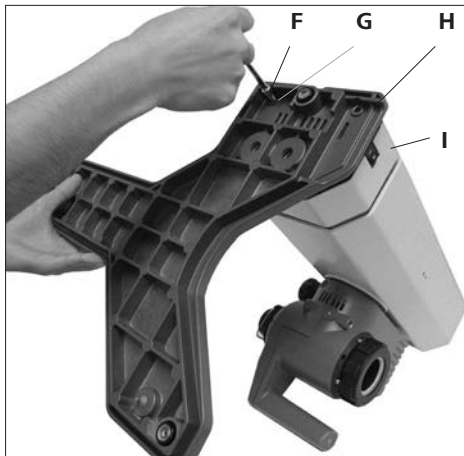

Fig. 7
1.) 리프트에 리프트 고정 판넬 설치 (Fig. 7)
- 포장을 뜯은 후에 원통형 M6X25 (F) (4x) 톱니 와셔 M6 (G) (4x)를 적용하여 리프트 장치(I)가 있는 베이스(H)를 장착할 수 있습니다.(Fig. 7)